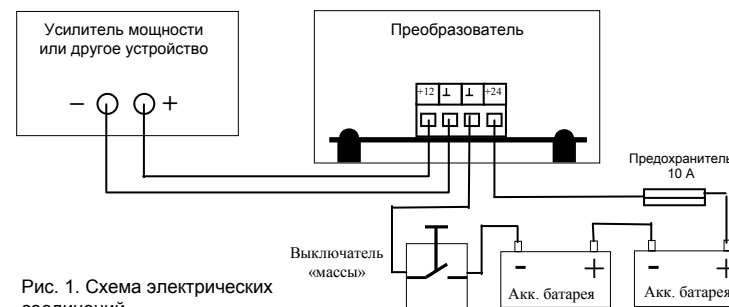

Рис. 1. Схема электрических соединений
- 4.3. Присоедините клемму +24 преобразователя к бортовой сети автомобиля через штатный или дополнительно установленный предохранитель – 10А; номинал штатного предохранителя выбирается с учетом максимально возможного тока потребления преобразователя – 10А (См. рис. 1).